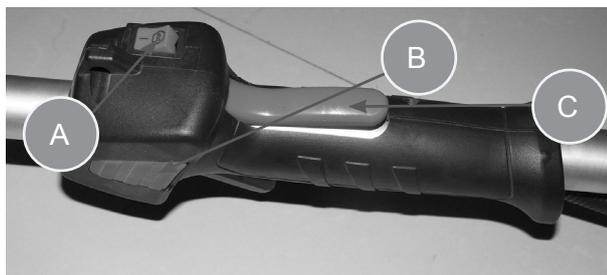

Рис.8
5. Выключатель зажигания установите в положение «старт» (Рис.8А). Удерживая стопорный рычаг (С) Рис.8 нажмите на курок газа. Для облегчения запуска зафиксируйте курок газа стопором (В) Рис.8.